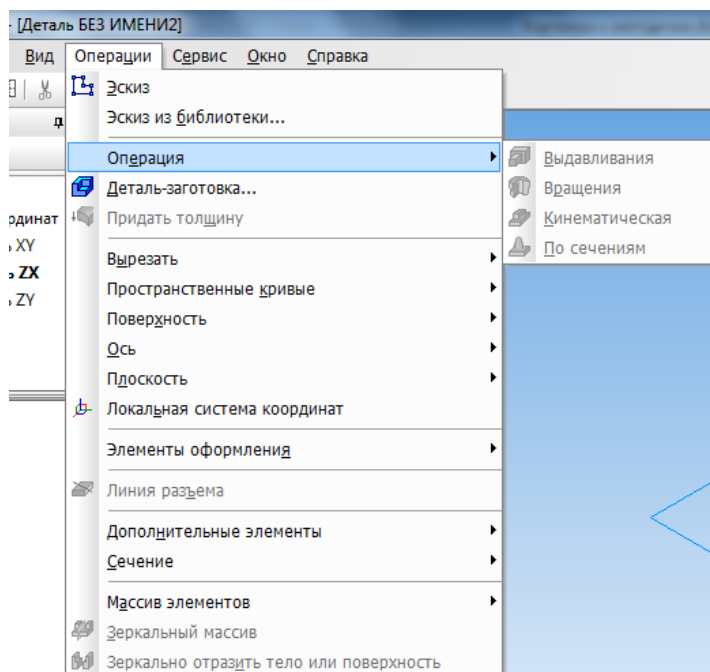

Рис. 8 Меню Операции
- **Планирование работы** – определение последовательности Операций для создания элементарных тел и модели в целом. Перечень операций находится в меню Операция (рис. 8).